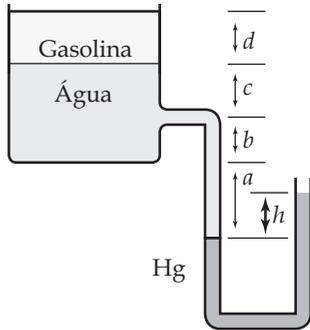

Figura Ep1.5
**Ep1.5** Observe o tanque de seção circular com diâmetro interno igual a 3,0 m ilustrado na Figura Ep1.5. Considere que: o fluido manométrico é mercúrio com densidade relativa igual a 13,6; a massa específica da água é igual a 1000 kg/m3; a densidade relativa da gasolina é igual a 0,80; b